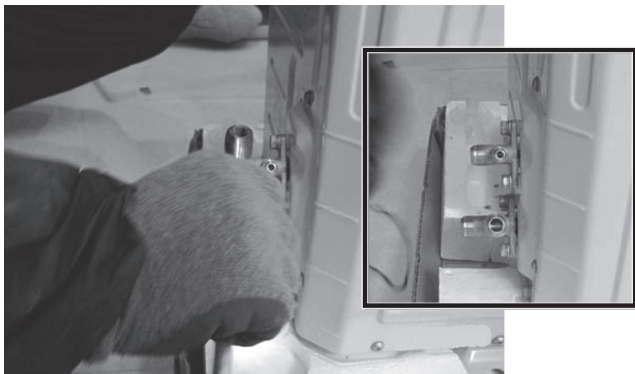

图 3-69 连接室内、外机
15) 拧开室外机二、三通阀，将室内机、室外机连接，如图 3-69 和图 3-70 所示。